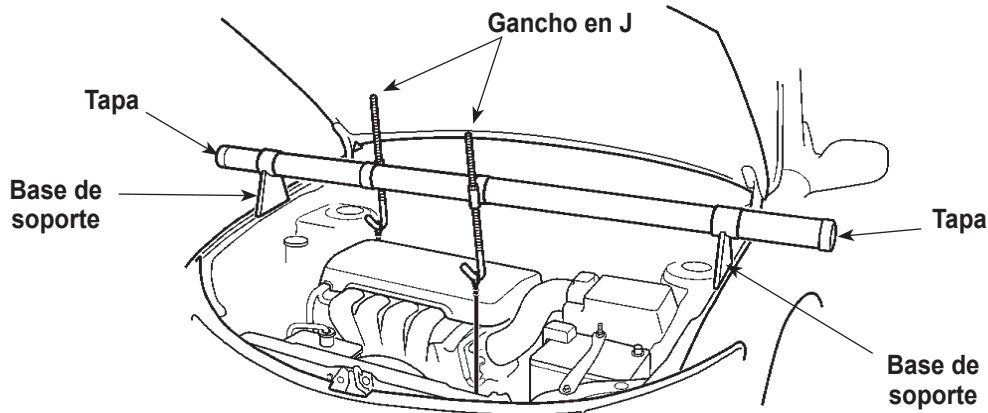

Figura 2
**Si el motor no tiene un soporte angular,** coloque la eslinga alrededor del motor y fíjela a los dos ganchos en J, como se muestra en la Figura 2.